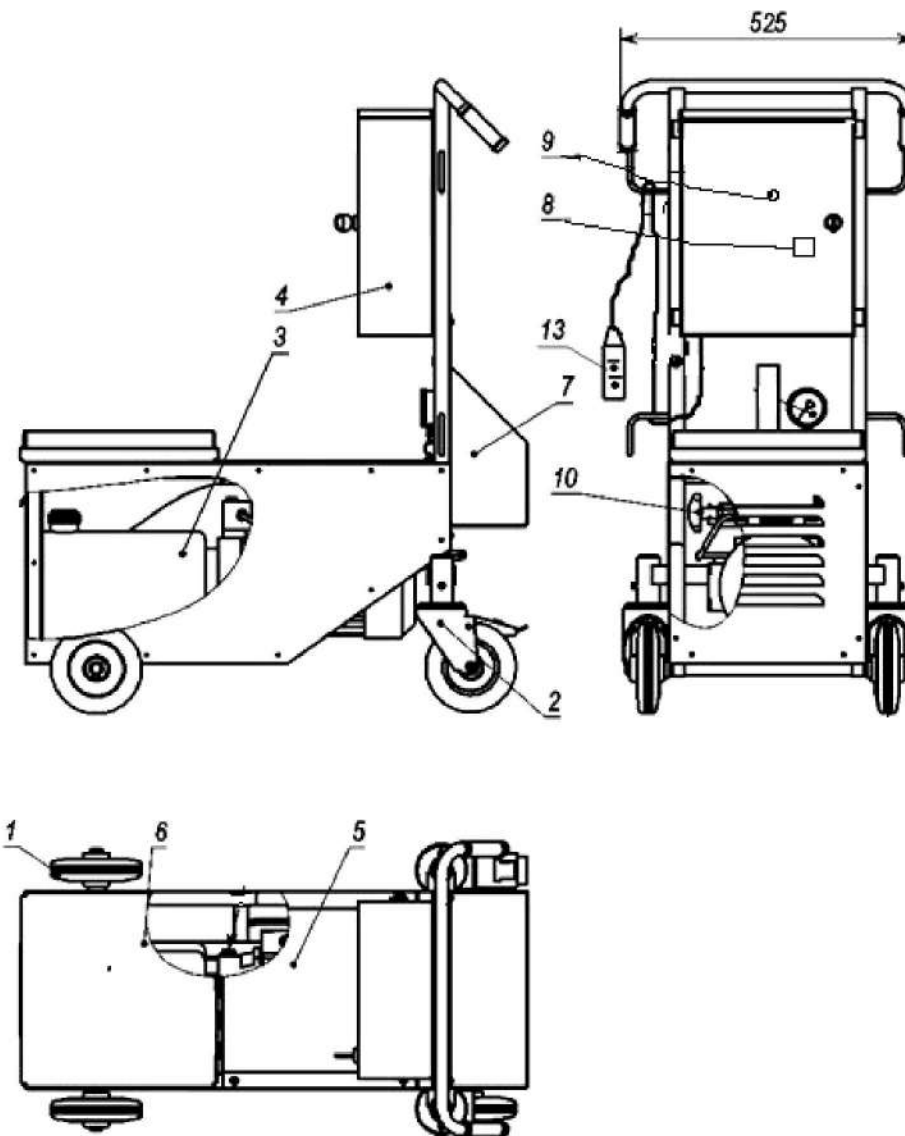

Рис. 1. Общий вид Гайковерта
4.1 Составные части гайковерта смонтированы на тележке 1 (см. Рис.1), имеющей четыре колеса, два из которых (поз.2) поворотные. Одно из поворотных колёс снабжено стояночным тормозом, исключающим возможность самопроизвольного перемещения. На тележке установлены:
Включение механизма вращения осуществляется с помощью кнопочного поста управления. Основной предохранительный клапан КП1 (см. Рис.6) (поз. 12 на Рис. 1) настроен на максимальное давление 24МПа (240 кгс/см²), а ручкой поз. 10 (см. Рис. 1) рабочего предохранительного клапана КП2 (см. Рис.6) настраивается давление в гидросистеме соответствующее требуемому